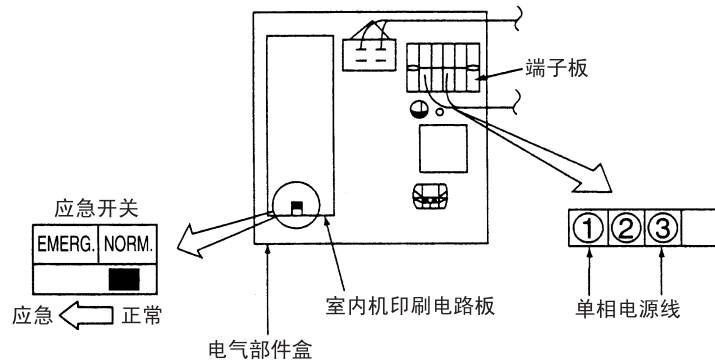

图 20
- 将单相电源线 (50Hz, 220V) 连接到电源端子板的“1”和“2”接线端子上，观察排水情况。打开电源之前，一定要先转换应急开关。（请参见图 20）